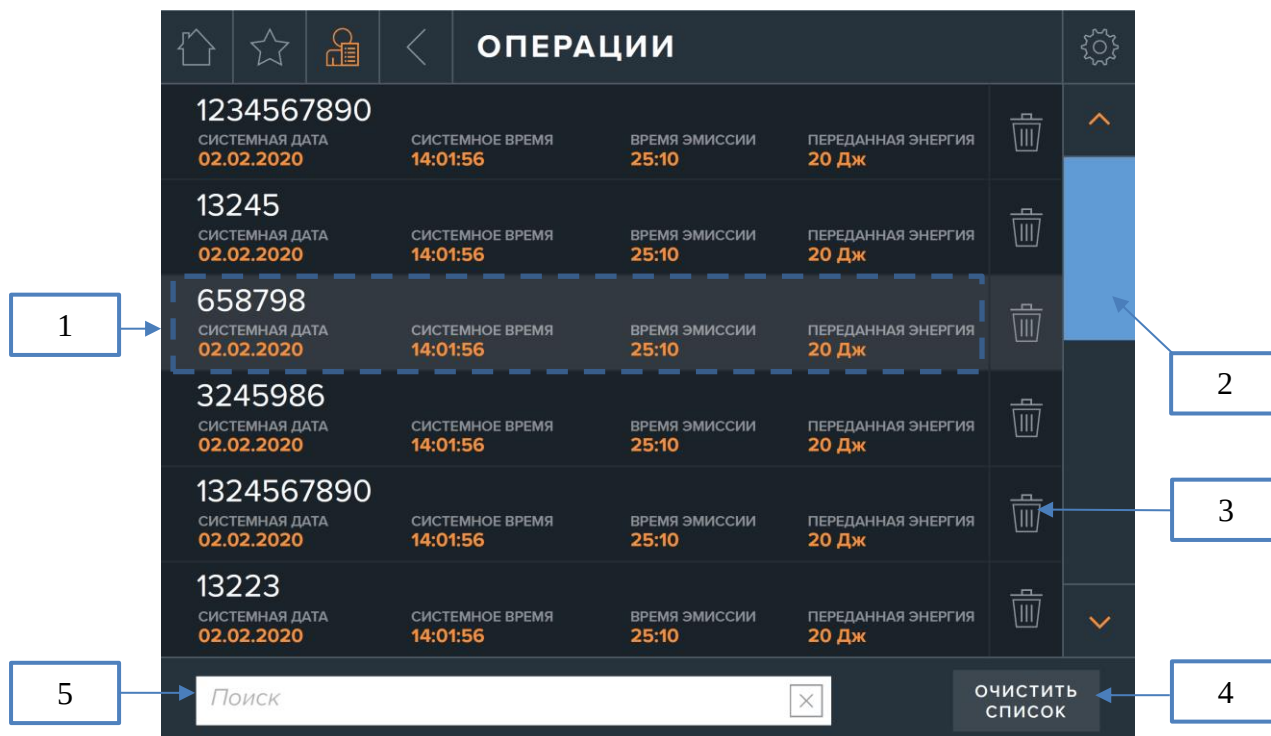

Рис. 25. Экран «ОПЕРАЦИИ».
На экране «ОПЕРАЦИИ» (рис. 25) отображается список сохраненных режимов (процедур) (максимальное количество – не более 100). Для просмотра информации о сохраненной операции, необходимо нажать на область с номером данной операции (1).